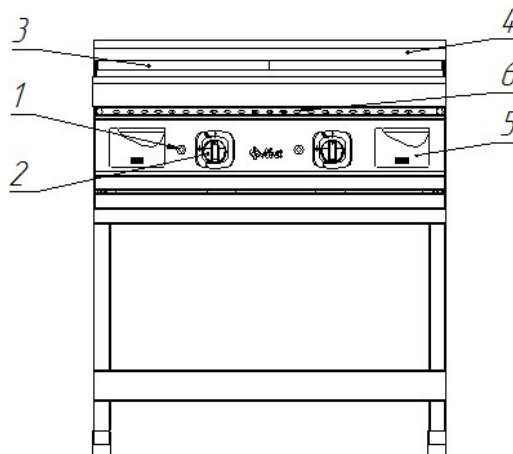

Рис. 1. Аппарат газовый
4.1. Устройство аппарата газового показано на Рис. 1.
Нажмите на ручку крана горелки и поверните ее против часовой стрелки, установив символ искры зажигания ★ напротив метки на панели управления (рис. 2а). Нажав до упора, одновременно произведите поджог газа при помощи пьезорозжига. Удерживайте ручку крана в течение не менее 15 секунд, после чего отпустите. После проведения вышеуказанных операций необходимо проконтролировать наличие горения газа, для чего необходимо посмотреть в смотровое окно 6 (рис.1), в котором можно наблюдать наличие пламени. Пламя должно быть устойчивым. Если пламя не горит, повторите операцию.